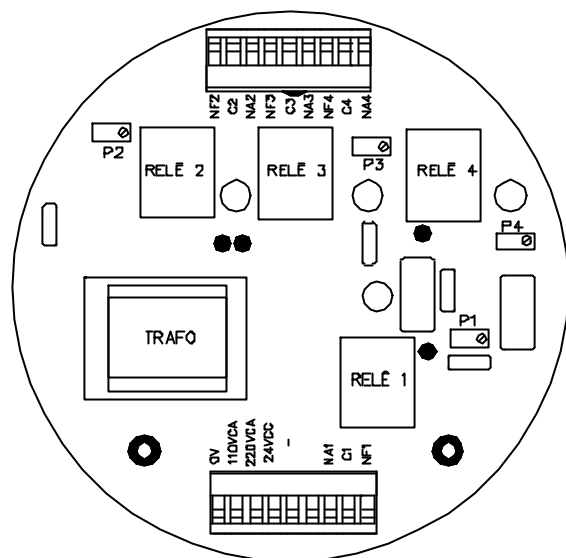

FIGURA 4
- **110 VCA:** Ligue os fios nos bornes **0** e **110**, conforme a Figura 4.
- **220 VCA:** Ligue os fios nos bornes **0** e **220**, conforme a Figura 4.